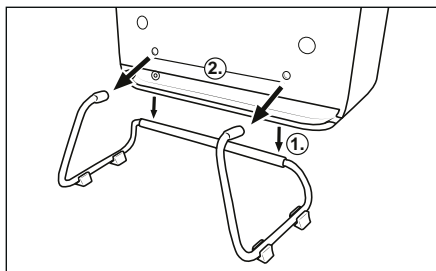

Fig. 2
- ◆ Posez l'appareil sur le support ❶ et passez les deux trous de l'appareil dans les fixations du support ❶ (voir fig. 2).